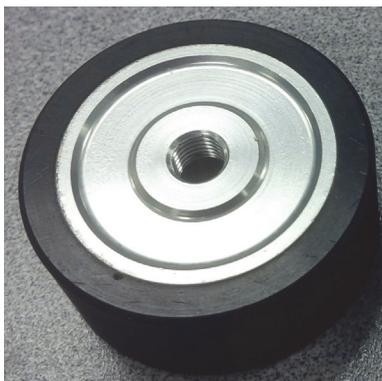

图 2-2 轮子带有螺纹的一面要朝向外侧
5. 准备安装新的轮子，使其带有螺纹的一面朝向外侧（参见第 27 页的图 2-2），使用螺钉将其装到轴上，然后用手拧紧。